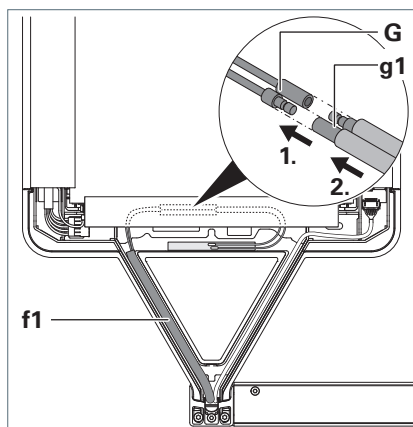

Fig. 15: Brancher l'antenne.
- Posez le câble d'alimentation **f1** du support transversal dans le bras de support de la tête du luminaire, voir Fig. 15.